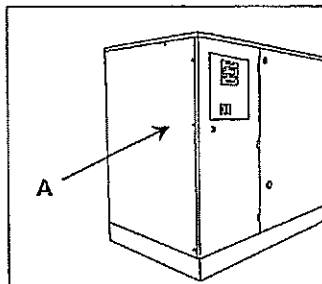

FIG. 32
- Quite la protección fija Ref. A Fig. 32.
- Vuelva a montar la protección fija con los correspondientes tornillos de seguridad Ref. A Fig. 32.